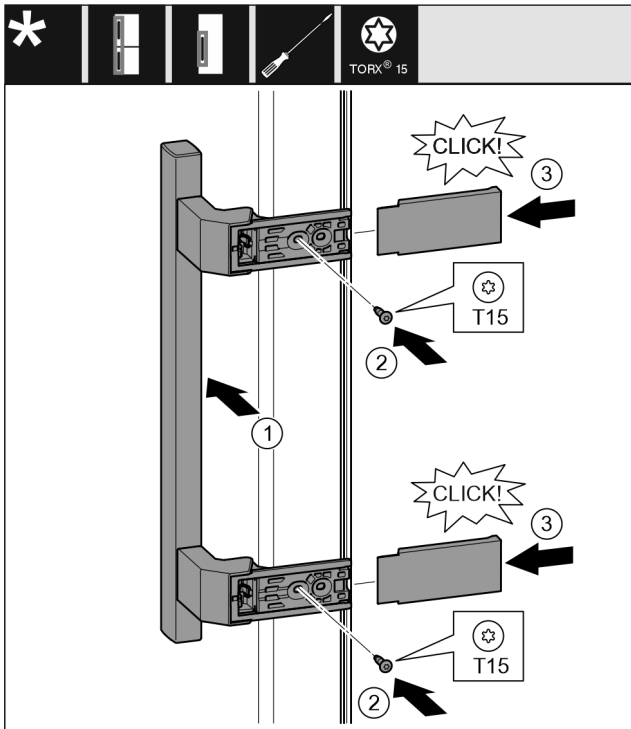

Fig. 16
- ▶ Nasad'te madlo na protilehlé straně. Fig. 16 (1)
- ▶ Šroubovákem T15 pevně utáhněte šrouby. Fig. 16 (2)
- ▶ Kryty bočně nasad'te a nasuňte. Fig. 16 (3)